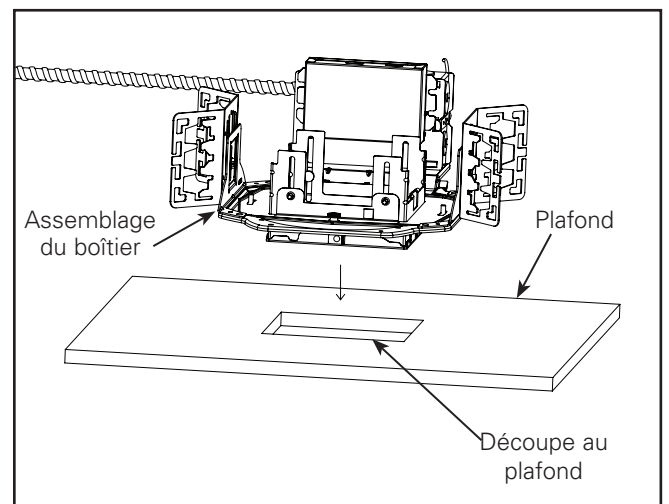

Figure 4
Étape 3 : Installez le boîtier du luminaire (section d'installation brute) avec l'anneau de menuiserie assemblé dans la cavité du plafond, conformément aux instructions d'installation fournies avec le boîtier. Voir la Figure 4.